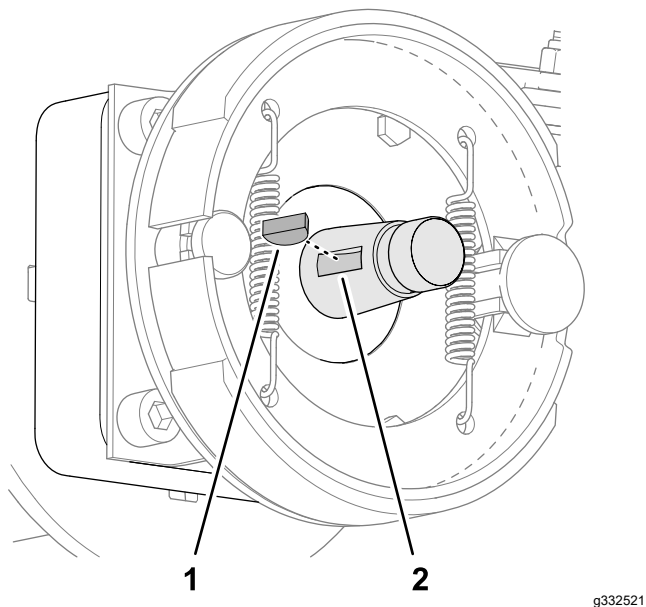

Figure 77
5. Retirez la clavette demi-lune de l'arbre du moteur de roue (Figure 77).